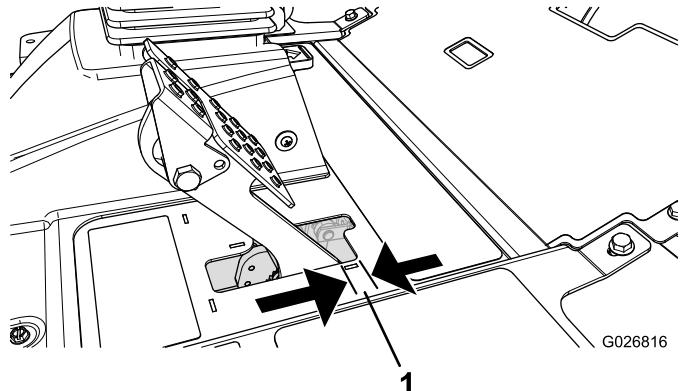

Figura 87
Ajuste los frenos si el pedal de freno tiene más de 2.5 cm (1") de holgura (Figura 87), o cuando se necesite más fuerza para frenar. La holgura es la distancia que recorre el pedal de freno antes de notarse una resistencia de frenado.
- $\frac{1}{2}$ ") (Figura 87) antes de que las ruedas se bloqueen.